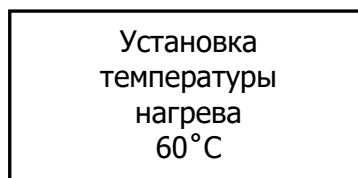

Рис. 11
7.7. Настройка температуры нагрева происходит после однократного нажатия на кнопку выбора путём нажатия на кнопки уменьшения или увеличения параметра (см. рис. 11).